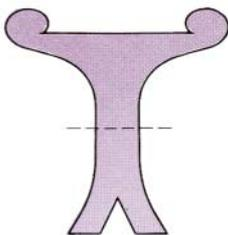

Fig. 1
- un modèle existant dans le commerce. Celui-ci sera scellé à demeure, dans la dalle située à l'entrée des locaux (Fig. 1) ;